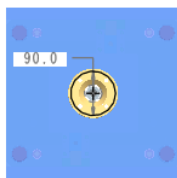

图 31.58 截面草图
Step3. 绘制截面草图。绘制图 31.58 所示的截面草图（一个圆），完成截面的绘制后，单击“草绘”操控板中的“确定”按钮 **✓**。